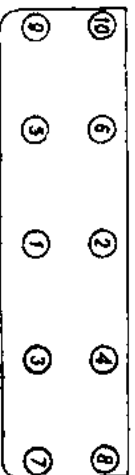

Рис. 9. Последовательность подтяжки гаек крепления головки цилиндров.
2. Подтяните гайки крепления головки цилиндров двигателя, соблюдая порядок, указанный на рис. 9. Эту операцию делайте специальным ключом, прилагаемым к автомобилю, без